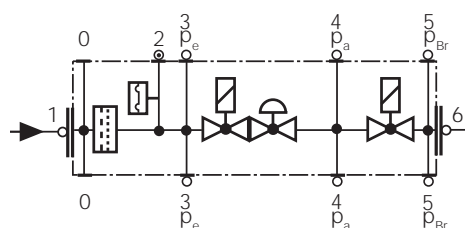

Fig. 52
- Cambiar el filtro cuando  $\Delta p$  entre las tomas de presión 1 y 3 sea  $> 10$  mbar (Fig. 52).
- Cambiar el filtro cuando  $\Delta p$  entre las tomas de presión 1 y 3 (Fig. 52) sea dos veces mayor que el valor registrado durante el último control.